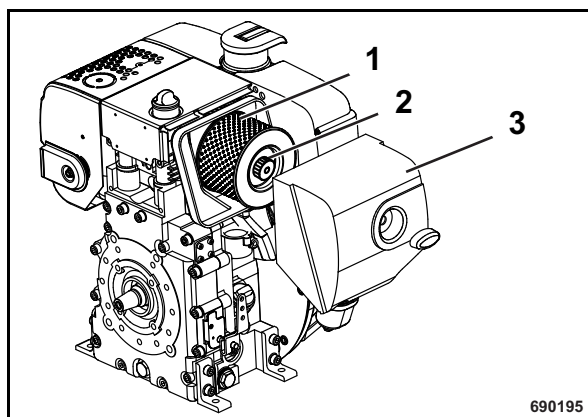

Fig. 37
- Desmontar la tapa del filtro (3)(Fig. 37).
- Desenroscar la tuerca moleteada (2) y retirar el filtro de aire (1).
- Insertar el filtro de aire (1) (Fig. 37) en la caja y fijarlo con la tuerca moleteada (2).
- Montar la tapa del filtro (3) y prestar atención al asiento correcto de la tapa y junta.